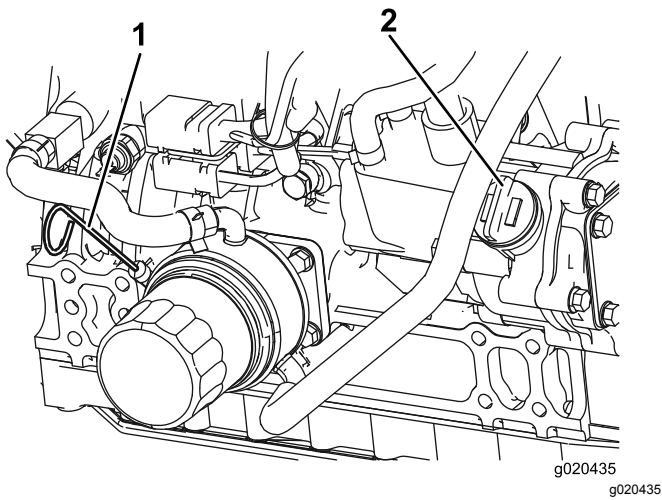

Figure 59
3. Sortez la jauge, essuyez-la sur un chiffon propre, replacez-la dans le goulot de remplissage, puis ressortez-la. Le niveau d'huile doit se situer entre les repères minimum et maximum (Figure 59).
4. Si le niveau d'huile est trop bas, retirez le bouchon de remplissage (Figure 59) et faites l'appoint d'huile jusqu'à ce que le niveau se situe entre les repères minimum et maximum. **Ne remplissez pas excessivement.**